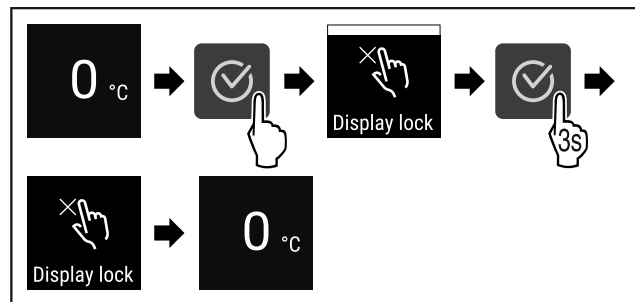

Fig. 68
- ▶ Провести етапи операцій (див. Fig. 68) .